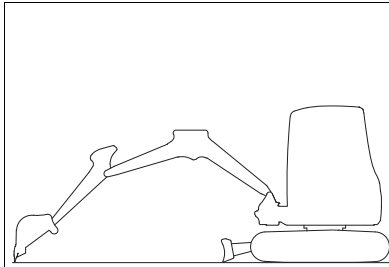

Abb. 318
2. Armsystem mittig nach vorne ausrichten (Abb. 318).